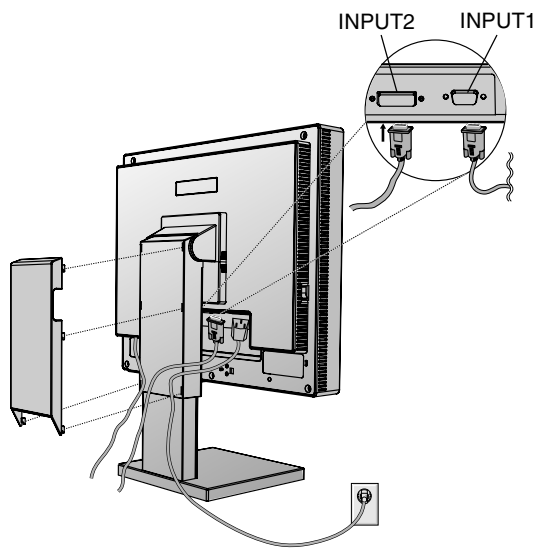
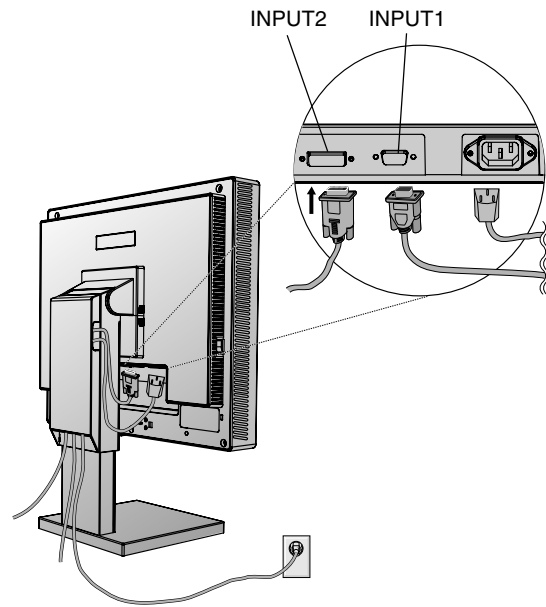

Figura C.1
Figura C.2
3. **Para PC o MAC con salida digital DVI:** Conecte el cable de señal DVI al conector por la parte posterior del monitor. Coloque el cable de señal de vídeo (**Figura C.1**). Conecte el DVI en Input 2 sólo.
**Para PC con salida analógica:** Conecte el mini D-SUB de 15 clavijas al conector situado en la parte posterior del monitor. Coloque el cable de señal de vídeo (**Figura C.1**). Conecte el mini D-SUB de 15 clavijas sólo en Input 1.
Recoja los cables en la parte trasera del soporte (**Figura C.1**) y enfúndelos con el conducto para cables opcional (**Figura C.2**).
4. Conecte un extremo del cable de alimentación a la entrada de corriente alterna de la parte trasera del monitor y el otro extremo a la toma de corriente (**Figura C.1**).